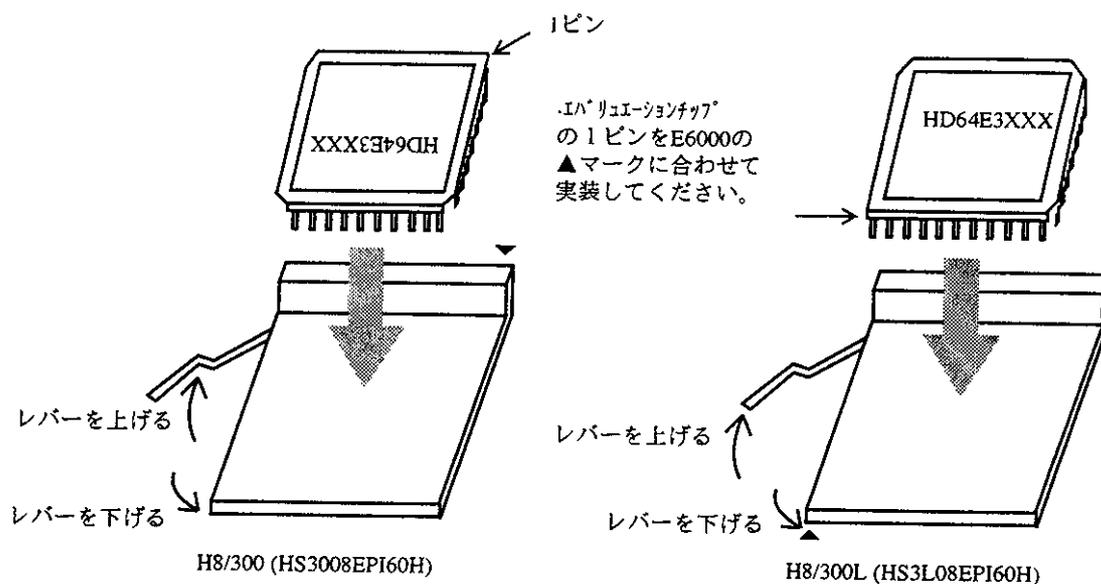

図 2-1エミュレーションチップの実装方法
- (1)E6000エミュレータの電源をオフにしACアダプタをACコンセントから取り外してください。
- (2)E6000エミュレータ側面のネジ4箇所を外しカバーをあけてください。
- (3)図2-1に従いICソケットのレバーを上げ、エミュレーションチップを挿入します。エミュレーションチップの1ピンをE6000エミュレータの▲マークに合わせて実装してください。